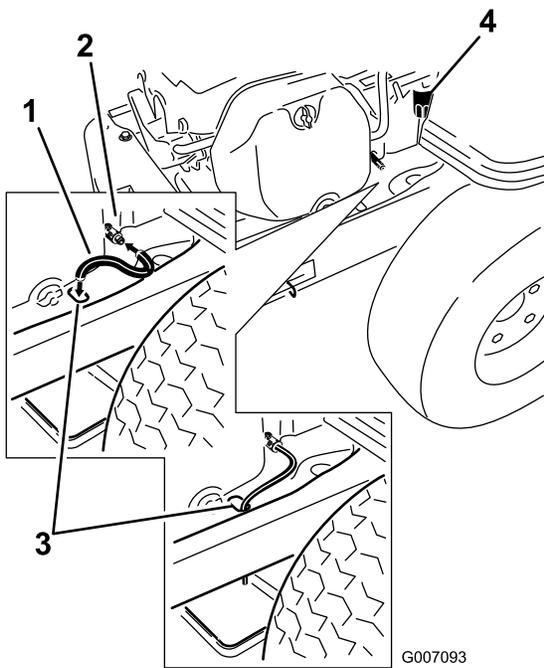

Figure 26
5. Nettoyez la surface autour du robinet de vidange sur le châssis de la machine. Trouvez le flexible de vidange d'huile et branchez-le au robinet de vidange (Figure 26).
6. Passez l'autre extrémité du flexible de vidange dans le trou de vidange du châssis (Figure 26).